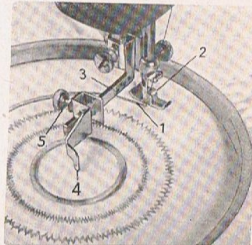

Abb. 52
(Die Montage an die Stoffdrückerstange erfolgt wie bei einem normalen Nähfuß.) Mit dem Kreisnäher (Abb. 52) lassen sich Geradstiche und Zick-Zackstiche sowie Ziernähte aller Art in Kreisen auf sehr einfache Weise anfertigen. (Transporteur nicht versenken.)
Der Stoffdrückerfuß transportiert automatisch den Stoff im Kreise. Die Nadel bzw. der Stich (Abb. 52/1) liegt neben dem Nähfuß (2). Die Größe des Kreises oder Bogens kann beliebig nach der Skala (3) eingestellt werden. Der Drehmittelpunkt (4) wird durch den verstellbaren Stoffhaltefinger (5) getätigt. Auf diese Art lassen sich ein- und mehrfarbige Kreise und Bogen in allen möglichen Variationen leicht herstellen. Die Handhabung ist sehr einfach und gewährleistet eine saubere Ziernaht.